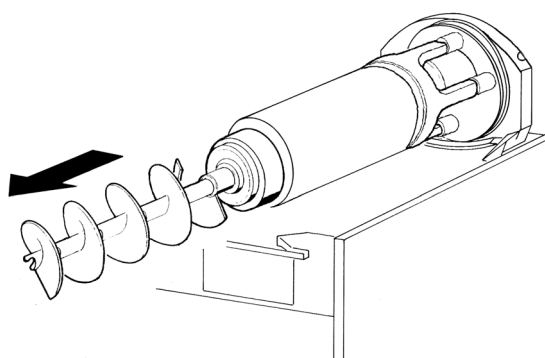

Bild 8
3 Zuerst die äußere (3) und dann die innere Schnecke (Bild 8) aus dem Verdampfer herausziehen.